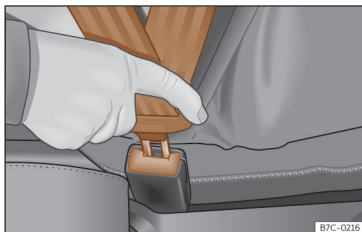

Fig. 9 Insertar la lengüeta del cinturón de seguridad en su cierre.
- Encastre la lengüeta en el cierre del asiento correspondiente»» » **fig. 9** .